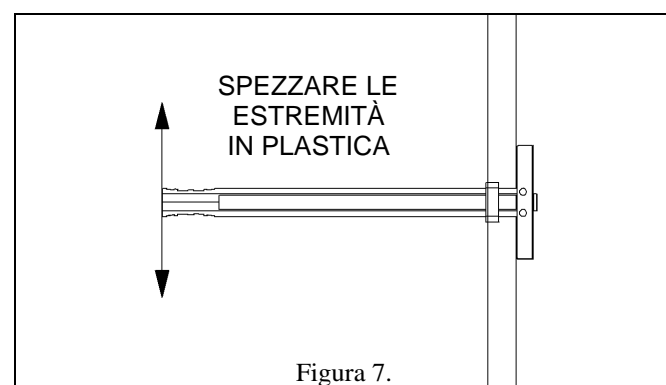

Figura 7.
5. Separare le estremità dell'estrattore per spezzare le estremità di plastica a filo con l'anello in plastica del tassello (figura 7).